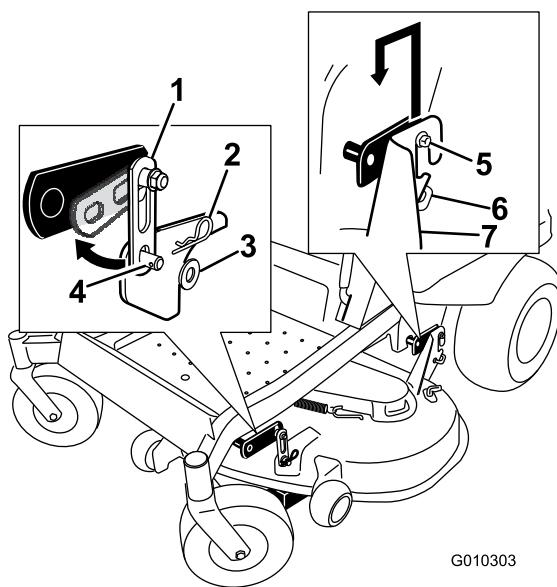

Figura 66
7. Retire los herrajes de las pletinas de suspensión delanteras en ambos lados de la plataforma (Figura 66).
8. Retire la plataforma con cuidado de los pernos de las pletinas de suspensión y baje la parte delantera de la plataforma al suelo (Figura 66).
5. Eleve la parte trasera de la plataforma del cortacésped y coloque los soportes de las pletinas de suspensión sobre sus pernos (Figura 66).
6. Conecte el soporte delantero de la plataforma del cortacésped a las pletinas de suspensión delanteras y sujetelas con un pasador y una chaveta (Figura 66).